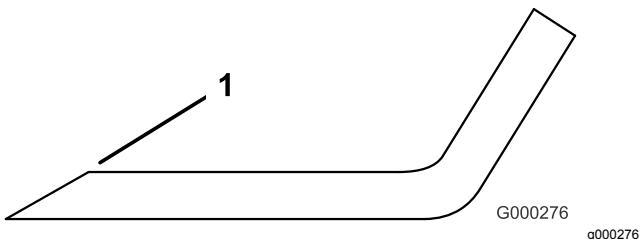

Figura 131
3. Esaminate l'affilatura di tutte le lame e affilate se risultano smussate o scheggiate (Figura 131).
Nota: Affilate soltanto la parte superiore del tagliente e mantenete l'angolo di taglio originale per garantire l'affilatura (Figura 131). La lama resta bilanciata soltanto se viene rimossa una quantità uguale di metallo da entrambi i taglienti.